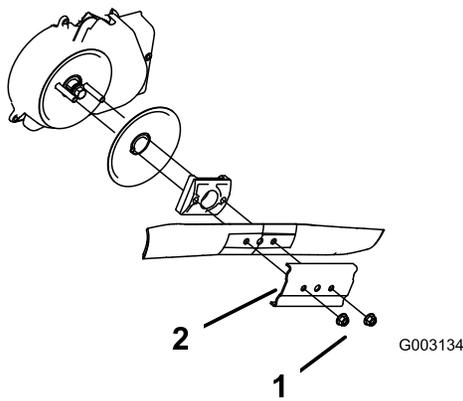

Figure 35
- Retirez les 2 écrous de la lame et le renfort (Figure 35).
4. Déposez la lame (Figure 35).
5. Posez la nouvelle lame (Figure 35).